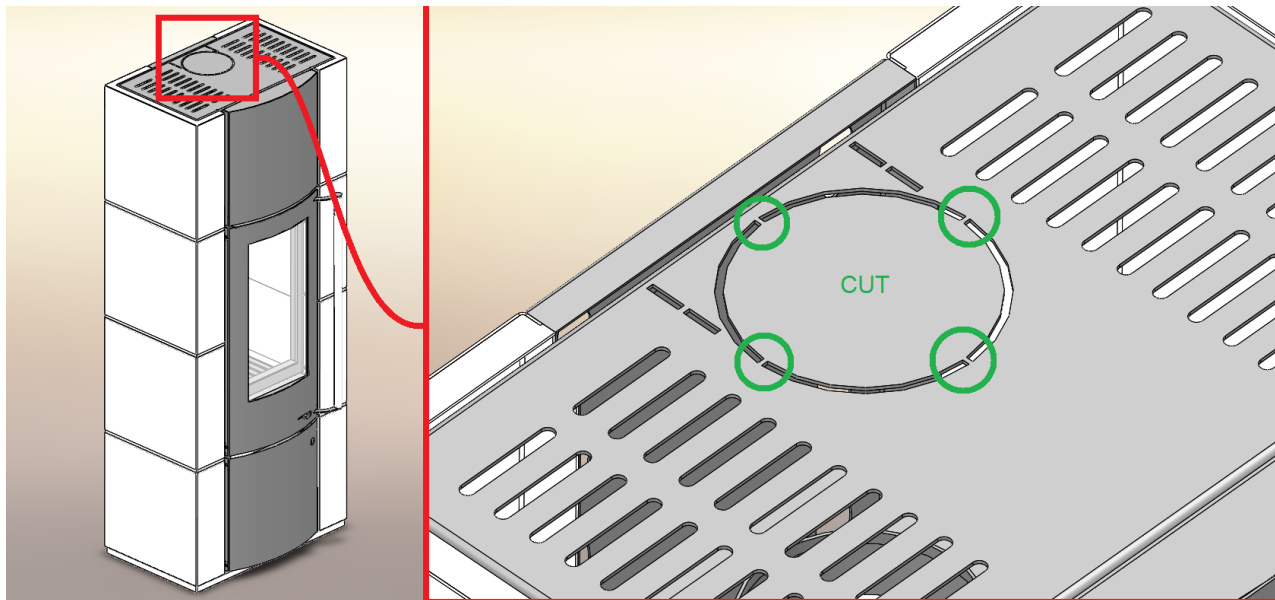

Figura 1 Taglio delle microconnessioni
2. Figura 1 Taglio delle microconnessioni	Pagina 5
Durante l'installazione è necessario rispettare tutte le normative locali, comprese quelle relative agli standard nazionali ed europei. Si consiglia di consultare uno spazzacamino locale. Le stufe vengono consegnate su pallet di trasporto e sono predisposte per il collegamento superiore alla canna fumaria. Prima di collegare la stufa alla canna fumaria, è necessario rimuovere il coperchio di raccordo del tubo di scarico fumi (Figura 1,2).